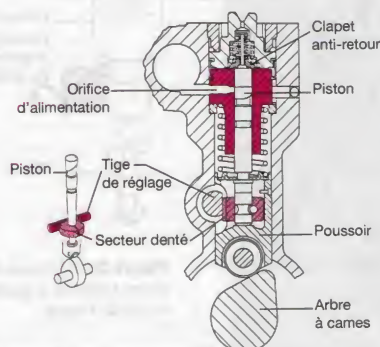

Figure 35.4. Pompe Caterpillar « interne » ou New Scroll
- soit par rotation du piston avec secteur denté (fixé en bas du piston) et tige de réglage : pompe « interne » ou New Scroll (fig. 35.4) ;